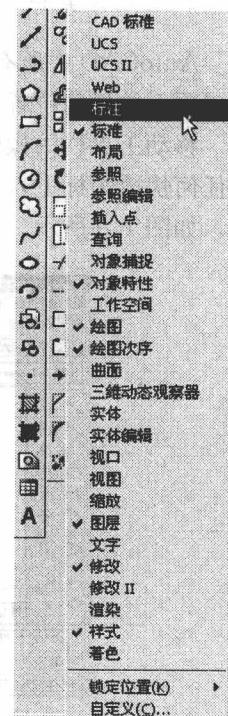

图 1.7 快捷菜单
- 1) 在界面内任意一个工具“图标”上单击右键，弹出设置工具栏的快捷菜单，如图 1.7 所示。前面打“√”的为在界面中显示，否则为不显示；